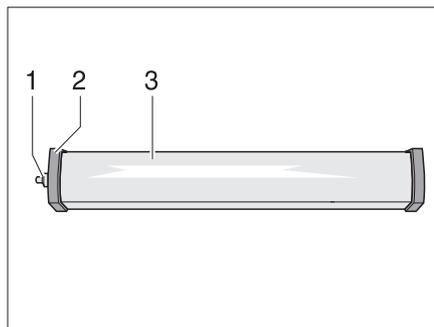

Bild 184 Raumleuchte
- Kappe (Bild 184,1) abschrauben.
- Deckel (Bild 184,2) abnehmen.
- Leuchtenabdeckung (Bild 184,3) leicht zusammendrücken und abnehmen.